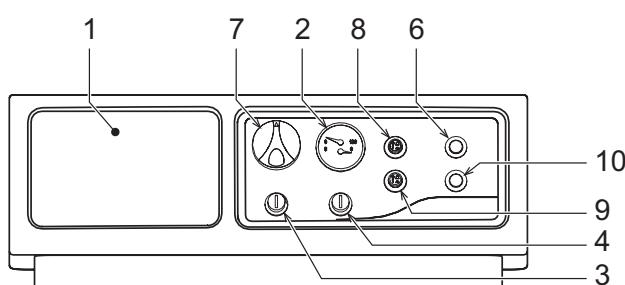

fig. 1 - Panel de mandos
- Ponga el interruptor de la caldera 8 en la posición de encendido ("fig. 1 - Panel de mandos").
- Si la caldera está dotada de una centralita electrónica termostática, montada en la posición 1 de la "fig. 1 - Panel de mandos", tenga también en cuenta las instrucciones del fabricante de la centralita.
Gire el termostato de regulación (7, "fig. 1 - Panel de mandos") hacia la derecha para aumentar la temperatura del agua de calefacción o a la izquierda para disminuirla. La temperatura se puede ajustar entre 30 °C y 90 °C. No obstante, se aconseja no hacer funcionar la caldera a menos de 45 °C.
Ajuste el termostato de ambiente a la temperatura que desee tener en la vivienda. Bajo el control del termostato de ambiente, la caldera se enciende y calienta el agua de la instalación a la temperatura fijada con el termostato de regulación 7 ("fig. 1 - Panel de mandos"). Cuando la temperatura ambiente alcanza el valor programado, la caldera se apaga.
La presión de carga con la instalación fría, leída en el higrómetro de la caldera ( 2, "fig. 1 - Panel de mandos"), debe ser de aproximadamente 1 bar. Durante el funcionamiento, la presión de la instalación puede descender a causa de la evaporación de los gases disueltos en el agua. Si cae por debajo del mínimo indicado, abra la llave de llenado para restablecer el valor inicial. Al final de la operación, cierre siempre la llave de llenado.